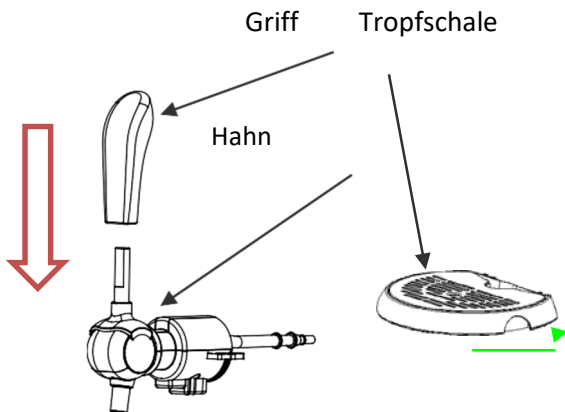

Abbildung 3
- 2.** Installieren Sie den Hahngriff am Hahn und stellen Sie sicher, dass beide Enden perfekt zusammenpassen. (Abb. 3)